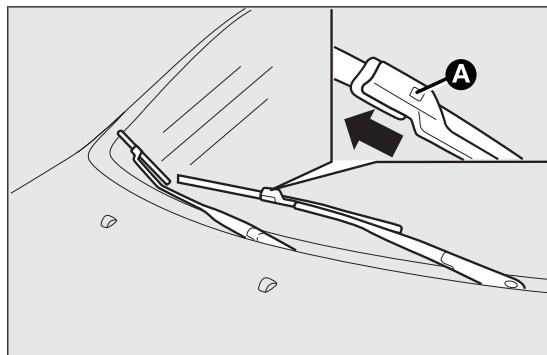

fig. 179
- ☐ appuyer sur la languette A fig. 179 du ressort de clipsage et l'extraire du bras de l'essuie-glace ;